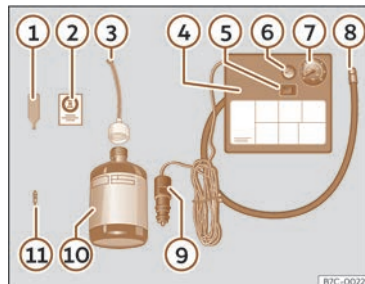

Fig. 213 Representació estàndard: contingut del joc antipunxades.
El joc antipunxades es troba en el compartiment del maleter sota el revestiment del terra. Inclou els components següents >>> **fig. 213:**
- Desenrosqueu el caputxó i l'obús de la vàlvula del pneumàtic. Utilitzeu l'aparell >>> **fig. 213 ①** per extreure l'obús. Poseu-lo en una superfície neta.
- Sacsegeu amb força l'ampolla de segellador de pneumàtics >>> **fig. 213 ⑩**.
- Enrosqueu el tub d'inflament >>> **fig. 213 ③** a l'ampolla de segellador. El precinte de l'ampolla es trenca automàticament.
- Traieu el tap del tub d'ompliment >>> **fig. 213 ③** i caragoleu l'extrem obert del tub a la vàlvula del pneumàtic.
- Torneu a posar l'obús amb l'aparell >>> **fig. 213 ①** a la vàlvula del pneumàtic.
- Enrosqueu el tub d'inflament del pneumàtic del compressor >>> **fig. 213 ⑧** a la vàlvula del pneumàtic.
- Comproveu que el caragol d'evacuació d'aire està tancat >>> **fig. 213 ⑥**.
- Fixeu el connector >>> **fig. 213 ⑨** a la presa de corrent de 12 volts del vehicle >>> pàg. 216.
- Connecteu el compressor d'aire amb commutador ON/OFF >>> **fig. 213 ⑤**.
- Enganxeu l'adhesiu >>> **fig. 213 ②** al quadre d'instruments, dins del camp visual del conductor.
>>> **fig. 213** ⑧ i comproveu la pressió en el manòmetre ⑦.